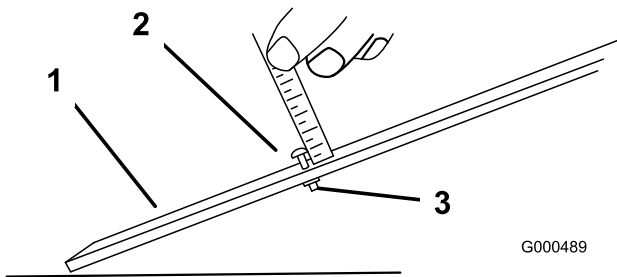

Figura 52
- Desaperte a porca da barra indicadora (Figura 52) e regule o parafuso de ajuste para a altura de corte desejada. A distância entre a parte inferior da cabeça do parafuso e a face da barra é a altura de corte.